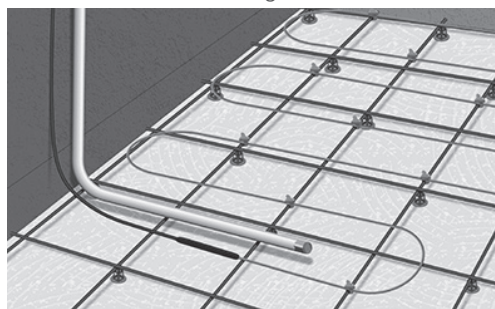

Fig. 6. Placér røret/føleren mellem to kabler
8. Montér et rør til gulvføleren, hvis dette ønskes. Sørg for, at føleren er placeret på samme niveau som kablet og mellem to sløjfer. Forseg den ende af røret (fig. 6).